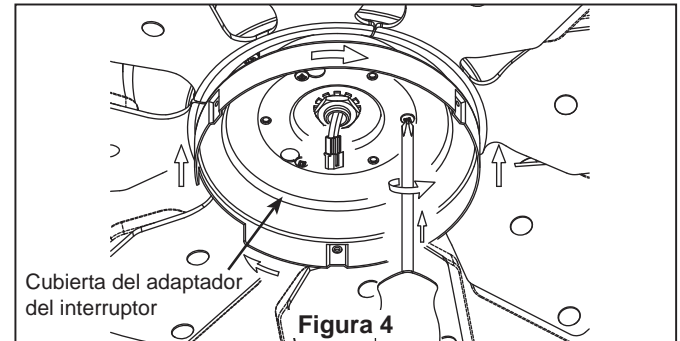

Figura 4
4. Fije la cubierta del adaptador del interruptor en el borde de soporte usando tres de los seis tornillos anteriormente extraídos y fíjelos por completo. (Figura 4)
6. Configuración del mando a distancia y proceso de configuración de la velocidad (RPM): (Figura 4)